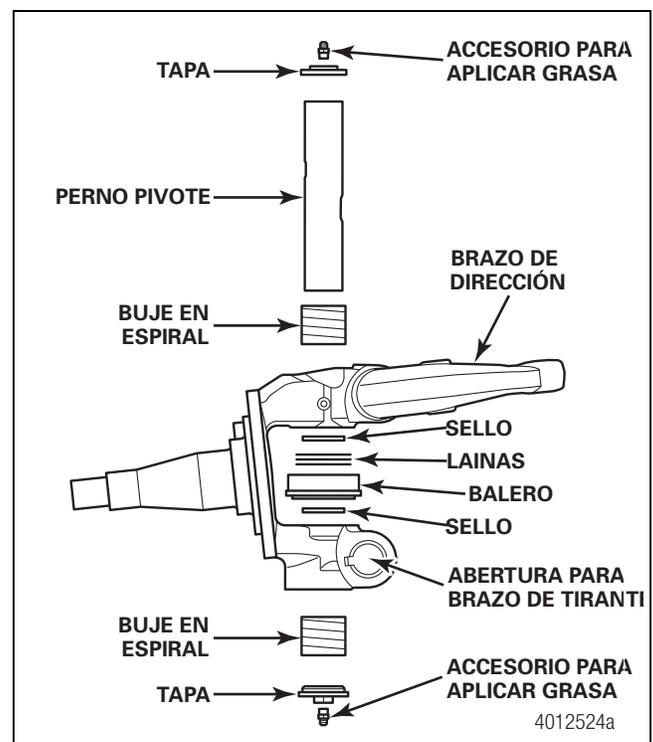
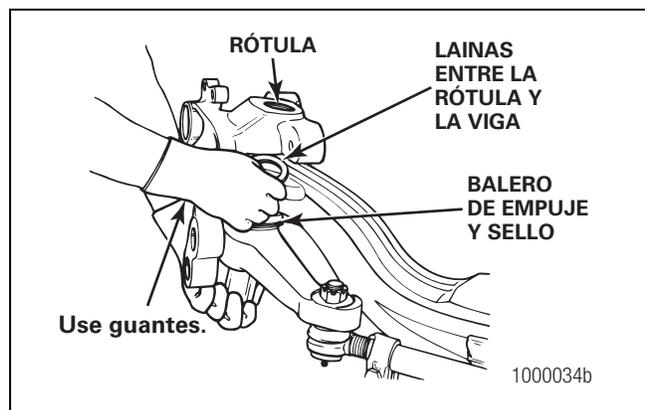

Figura 1
Figura 4
Esta publicación proporciona instrucciones para la instalación de kits de pernos pivote de rápida instalación FastSet sin inserción a presión. Cada kit incluye cuatro bujes en espiral. Estos kits se pueden usar para dar servicio a los ejes delanteros direccionales sin tracción Meritor. Figura 1.
6. Instale de nuevo el conjunto de la rótula en el eje con el nuevo perno pivote y el nuevo balero de empuje. Añada lanas hasta que el ajuste sea firme y el balero de empuje requiera de un golpe leve para alinearse con el perno pivote. Figura 1 y Figura 4.